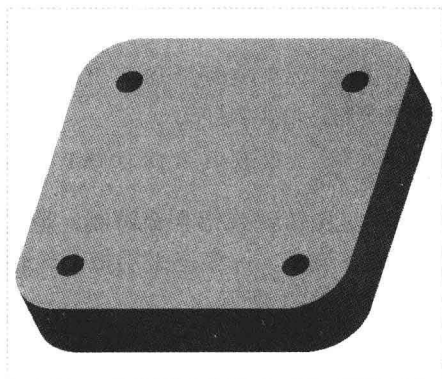

图 18-5 创建拉伸切除特征 1
Step 04 返回“拉伸”选项卡, 设置拉伸类型为“穿透”, 单击“移除材料”按钮 , 并调整拉伸方向, 单击“应用并保存在工具中所做的所有更改, 然后关闭工具操控板”按钮 , 完成拉伸切除特征的创建, 如图 18-5 所示。